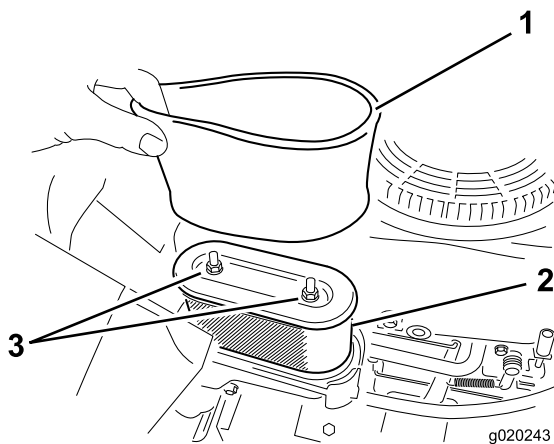

Figura 33
5. Cuidadosamente, retire os elementos de espuma e de papel da caixa do filtro de ar (Figura 33).
1. Coloque o filtro de esponja no filtro de papel (Figura 33).